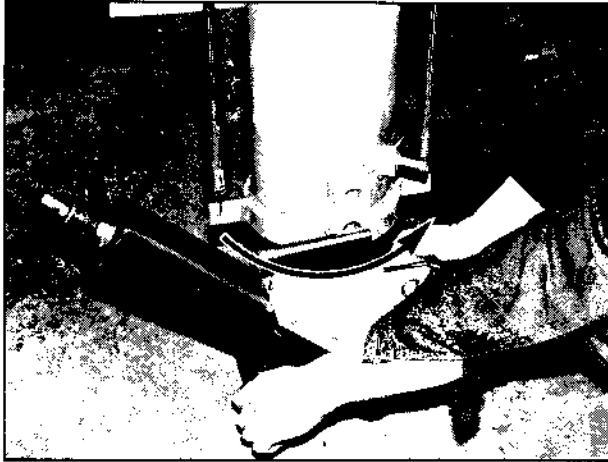

Bild 80
9. Mittleres Rohr ganz aus dem oberen Rohr ziehen, 90 ° nach links drehen und bis zum Anschlag ausziehen. Dann bis zum hörbaren Einrasten (lautes Knacken) nach rechts drehen (Bild 80/Pfeil).